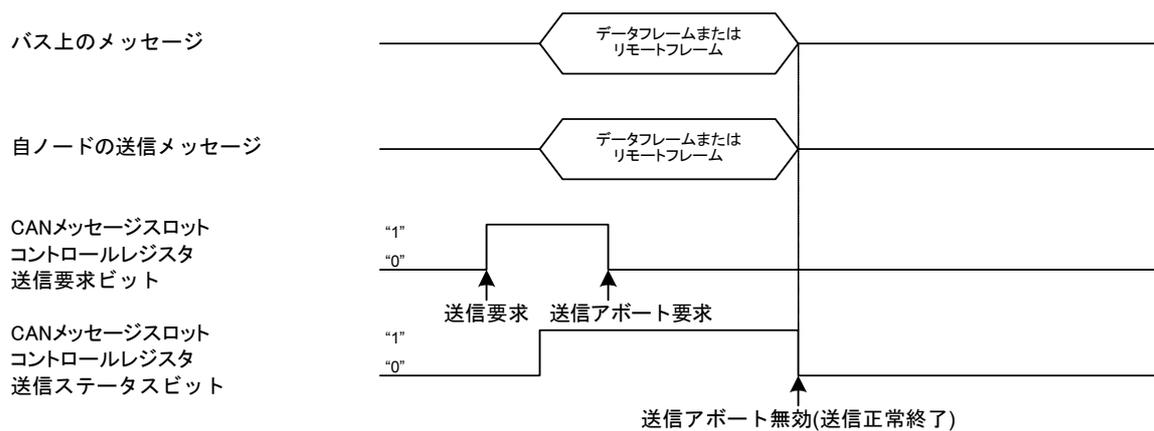
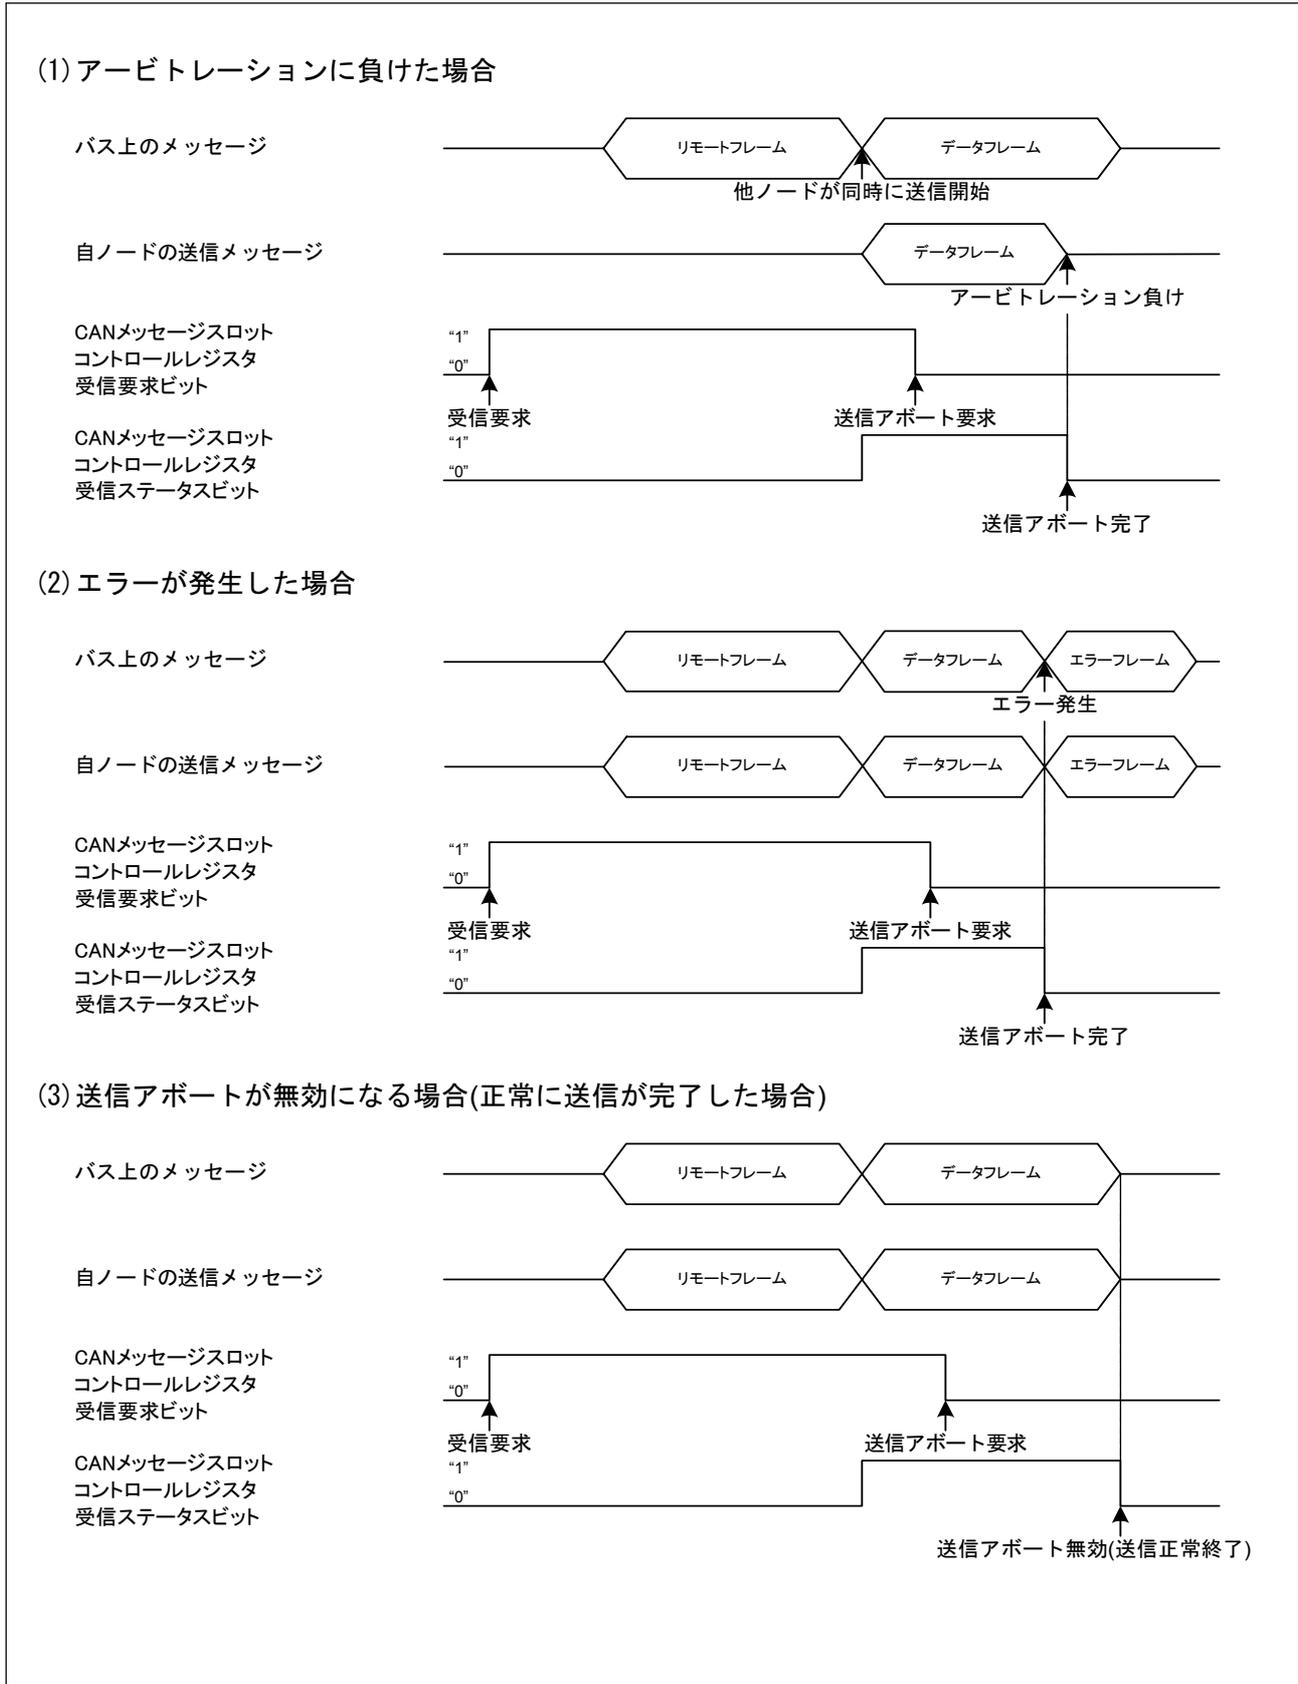

図 5.1.2 データフレームまたはリモートフレーム送信中での送信アボート
図 5.1.3 リモートフレーム受信後、データフレーム送信中での送信アボート
(2) 送信アボートが実行される条件
- ・ メッセージがアービトレーションに負けた場合(図 5.1.2、図 5.1.3)
- ・ メッセージ送信中にエラーが発生した場合(図 5.1.2、図 5.1.3)